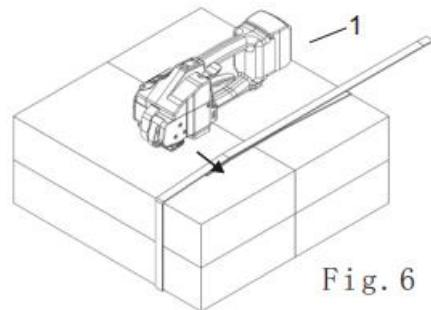

Fig. 6
-Enroulez la ceinture PP/PET autour du paquet de haut en bas, en tenant la sangle de bandage de manière à ce que l'extrémité inférieure de la ceinture à nouer soit à environ 20 cm de la main. (illustré à la figure 6)